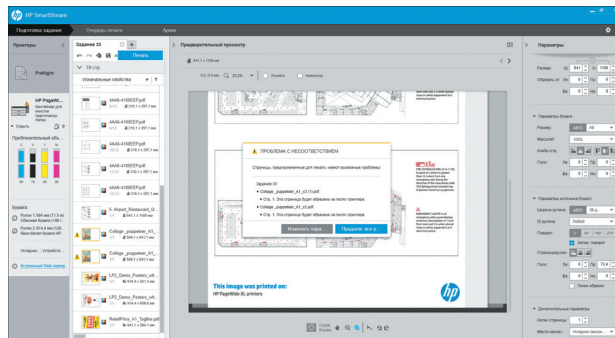

Рис. 6
5. Устраняем ошибки либо игнорируем их. Пользуемся предпросмотром, корректируем необходимые параметры и отправляем на печать (рис. 6).